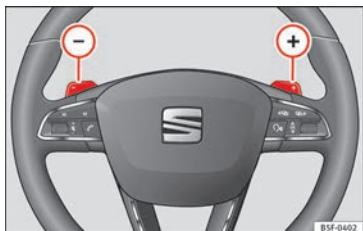

Fig. 193 Volante: alavancas para caixa de velocidades automática.
- Pressione a alavanca de mudanças (+) para engrenar uma mudança mais alta » **Fig. 193**.